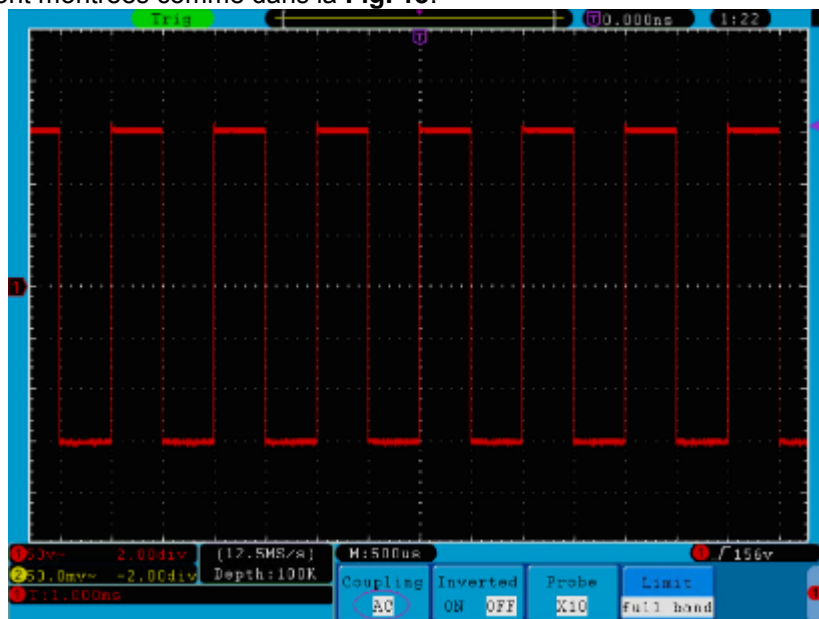

Fig. 15 Oscillogramme d'accouplement AC
- * Ensuite, appuyez sur la touche **F2** pour sélectionner l'article d'accouplement comme "**AC**". Réglant l'accouplement du canal dans le mode AC, le composant de courant direct du signal se bloquera. Les formes d'onde sont montrées comme dans la **Fig. 15**.